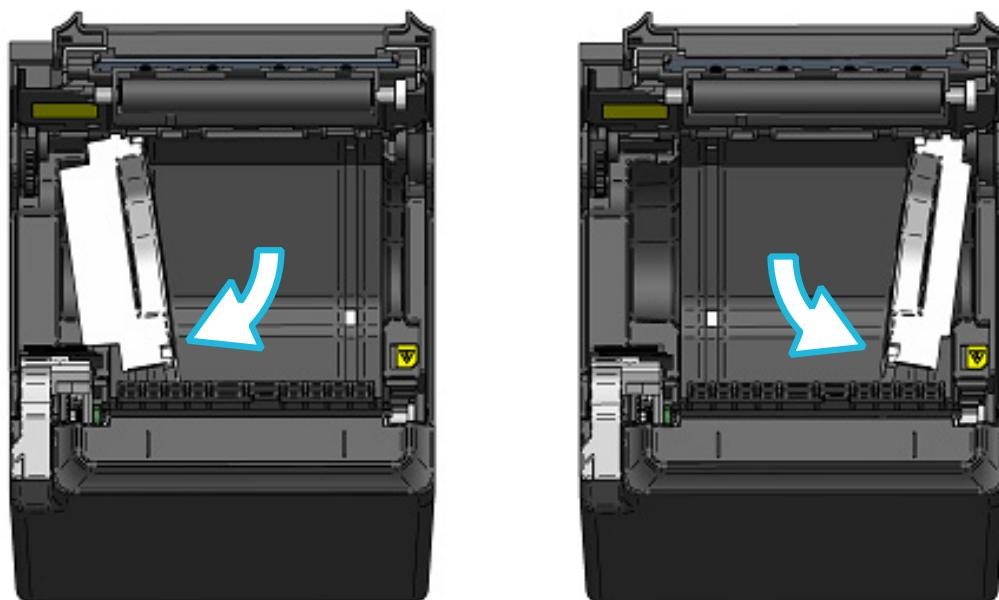

図 14-2 パーテーションプレートの取り付け (2)
- ④ パーテーションプレートL、パーテーションプレートRを、図 14-2のようにペーパホルダの中で矢印方向に回転させて、ペーパホルダ側面とパーテーションプレートを平行にしてください。